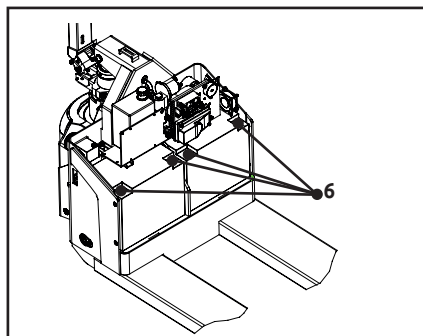

Figura 9
- ⑤ Retire, primeiro, o cabo positivo do respectivo terminal, para evitar curto-circuitos. De seguida, retire o cabo negativo do respectivo terminal (Figura 9).